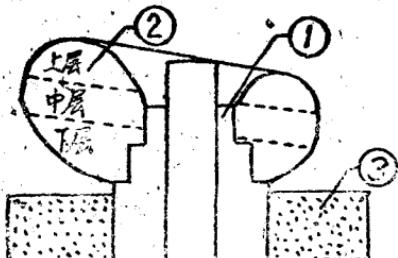
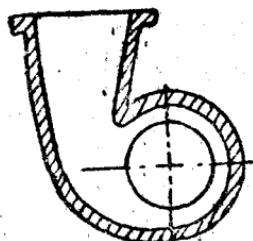

图 2
图 3
泵体，是由螺壳形水道、进出水口及底座等部分构成。构造复杂，采用内模印坯成型法，即根据泵体的内形尺寸制成内模型（见图2）。
泵体的成型是以螺壳部分为基体，翻制螺壳体的石膏模型。先车制一个内模型①。在内模型下加一层泥片③，然后浇上石膏，制成螺壳体的粗样②。取下粗样，根据图纸要求划线并修正，即成螺壳体的母模。这个螺壳体只有 $270^{\circ}$ 弧度，其出水口的一段要另外做印坯模型（如图3上横线处分开）。再根据这个母模，翻制印坯内模。内模分成12段，每段 $22\frac{1}{2}^{\circ}$ 。又分为上中下三层，分段处亦均用薄铜皮套接，以便于脱模（如图2虚线所示）。